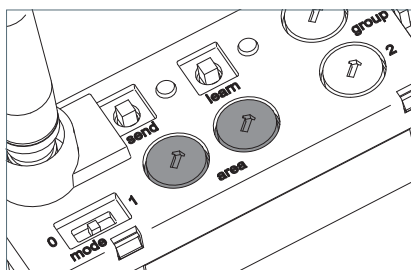

Fig. 15: Codeur rotatif « area »
- Réglez les deux codeurs rotatifs « area » sur l'adresse de la zone souhaitée, voir Fig. 15.